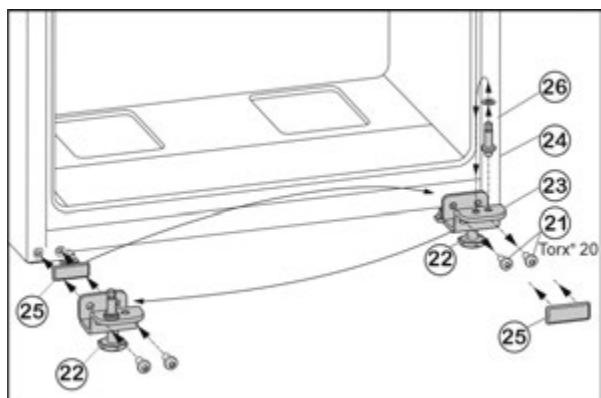

Fig. 7
- Викрутіть гвинти кріплення Fig. 7 (21).
- Зніміть нижній опорний кронштейн Fig. 7 (23) разом із гвинтом Fig. 7 (24), шайбою Fig. 7 (26) та установочною ніжкою Fig. 7 (22).
- Відкрутіть гвинт Fig. 7 (24) разом із шайбою Fig. 7 (26), переставте їх у протилежний отвір опорного кронштейна та знову закрутіть.
- Обережно зніміть кришку Fig. 7 (25) і переставте її на протилежний бік.
- Знову прикрутіть нижній опорний кронштейн Fig. 7 (23) разом із гвинтом Fig. 7 (24), шайбою Fig. 7 (26) та установочною ніжкою Fig. 7 (22) на новий бік шарніра **(з моментом 4 Нм)**, у разі необхідності скористайтеся пристроєм для електричного закручування гвинтів.
- Встановіть дверцята зверху на опорний гвинт Fig. 7 (24).
- Викрутіть установочну ніжку Fig. 7 (22) на нижньому опорному кронштейні Fig. 7 (23), доки він не буде опиратися на підлогу.